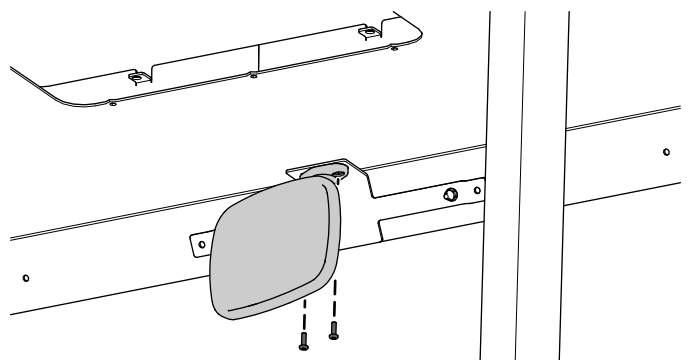

Figura 6
3. Sujete el retrovisor al soporte del retrovisor con 2 tornillos Phillips (Nº 10 x  $\frac{5}{8}$ "), como se muestra en la Figura 6.